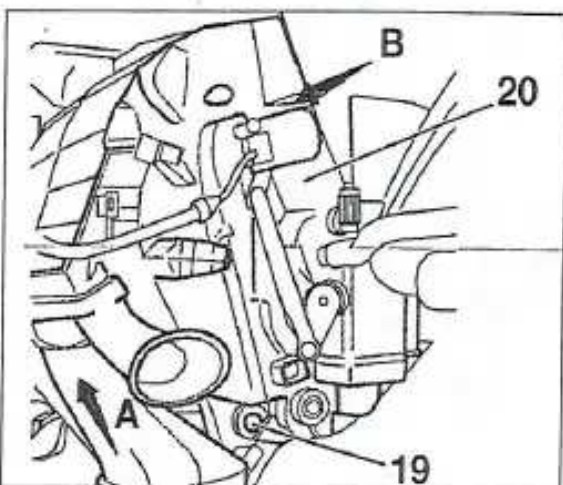

FIGURA 10-7
- los conductos de aire (10).
- las masas (11).
- el tirante (12).
- el tornillo de fijación (13) del soporte BSI.
- los tornillos de fijación (14) y (15).
- el travesaño (16).
- el conducto (17).
- el tubo de evacuación (18).
Desmontar el tornillo de fijación (19) (figura 10-7).
Separar el grupo de calefacción (20), tirando de (A) y a continuación en (B) (figura 10-7).